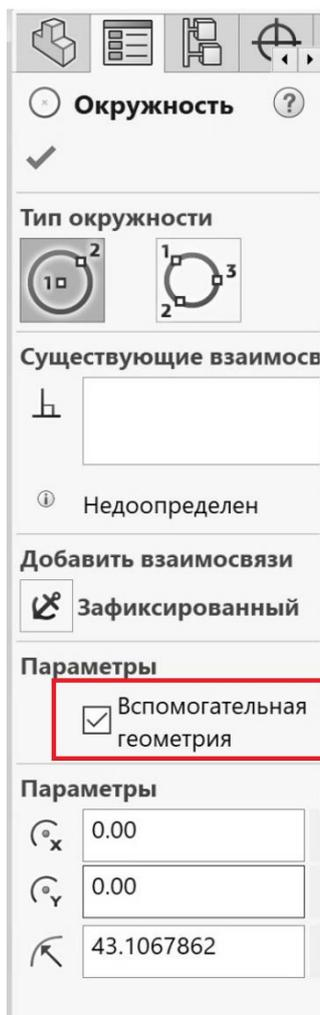

Рисунок 2.5 – Допоміжна геометрія
5. Будуємо ще два кола. При побудові великого кола в параметрах обираємо *Допоміжна геометрія* (рис. 2.5, 2.6).